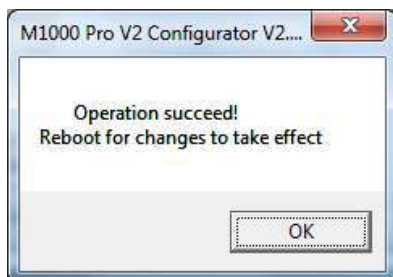

Рисунок 19 – Уведомление об успешной записи настроек
3.5.13.9 Для записи настроек в память терминала нажать кнопку «**Write**» . После успешной записи настроек появится сообщение об успешной записи и просьба перезагрузить терминал (рисунок 19). Перезагрузка терминала осуществляется включением/выключением питания. Для перевода терминала в рабочий режим следует перевести движок в положение «NORMAL».